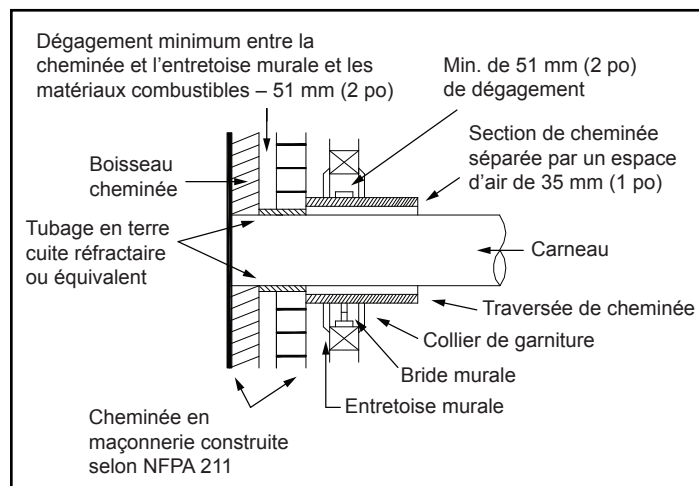

Figure 4.4
3. Construisez un cadre de 432 x 432 mm (17 x 17 po) (dimensions extérieures) pour l'ouverture dans la charpente du mur en utilisant du bois de charpente de 5 x 5 cm (2 x 2 po). L'intérieur de ce cadre doit faire 356 x 356 mm (14 x 14 po) au minimum. Figure 4.4. Installez l'entretoise du mur sur le côté cheminée du cadre.